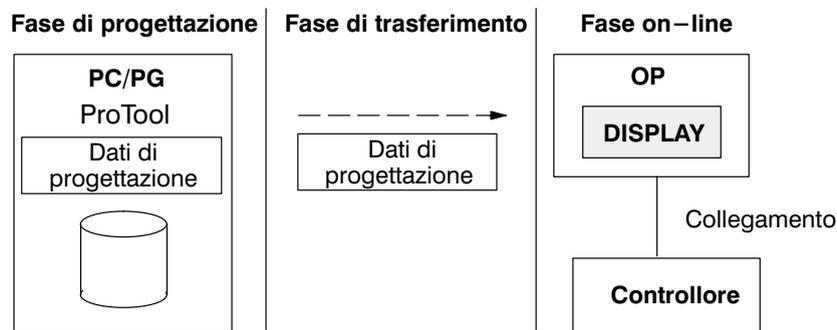

Figura 1-1 Fase di progettazione, fase di trasferimento e fase on-line
Dati di progettazione	La progettazione viene realizzata al PC o al dispositivo di programmazione (PG). A questo punto bisognerà generare la progettazione tramite ProTool e trasferirla all'OP. L'OP, se è presente un collegamento con il controllore, mostrerà i valori attuali. La figura 1-1 mostra le diverse fasi nelle quali si lavora con i dati di progettazione.